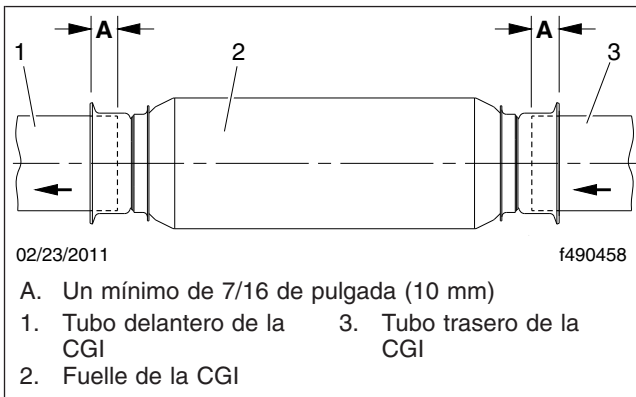

Figura 11, Instalación del fuelle de la CGI
- 12. Deslice el nuevo fuelle sobre el tubo trasero de la CGI todo lo que se pueda. Vea la **Figura 11**, Ref. A. La medida A debe ser de un mínimo de 7/16 de pulgada (10 mm) más allá de la superficie de la brida.
16. Usando las marcas amarillas, centre el fuelle entre los tubos de escape. Compruebe que el tubo esté insertado un mínimo de 7/16 de pulgada (10 mm) más allá de la superficie de la brida. Vea la **Figura 11**, Ref. A.